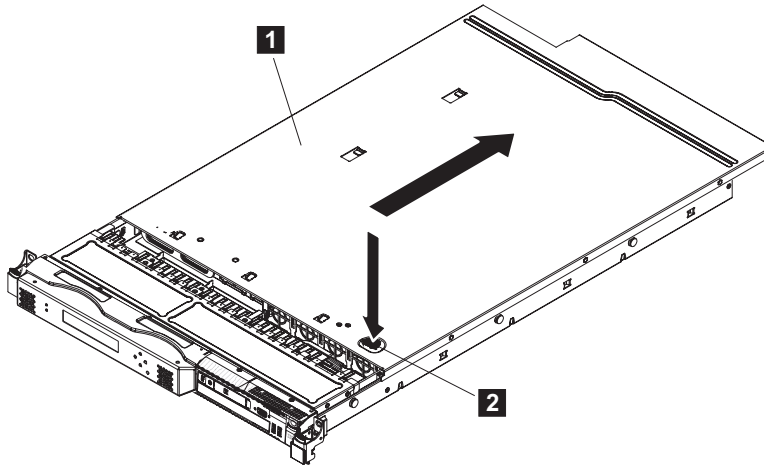

図 68. SAN ボリューム・コントローラー 2145-CF8 カバーの取り外し
7. カバー (1) を固定している青色タブ (92 ページの図 68 の 2) をしっかり押